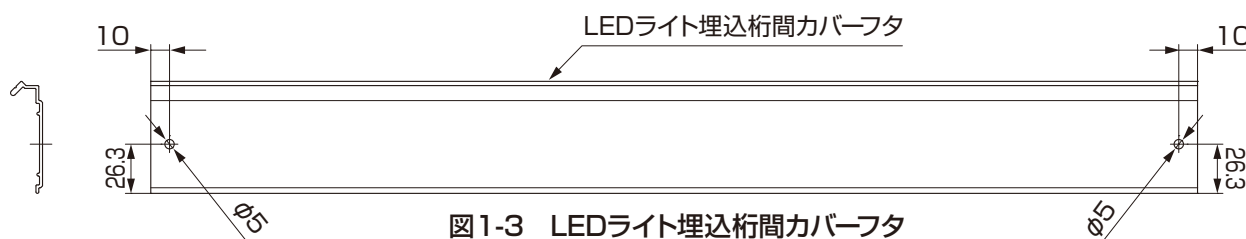

図1-3 LEDライト埋込桁間カバーフタ
- ③ LEDライト埋込桁間カバーフタの端部柱側に、桁端部キャップ取付穴をあけてください。(図1-3参照)